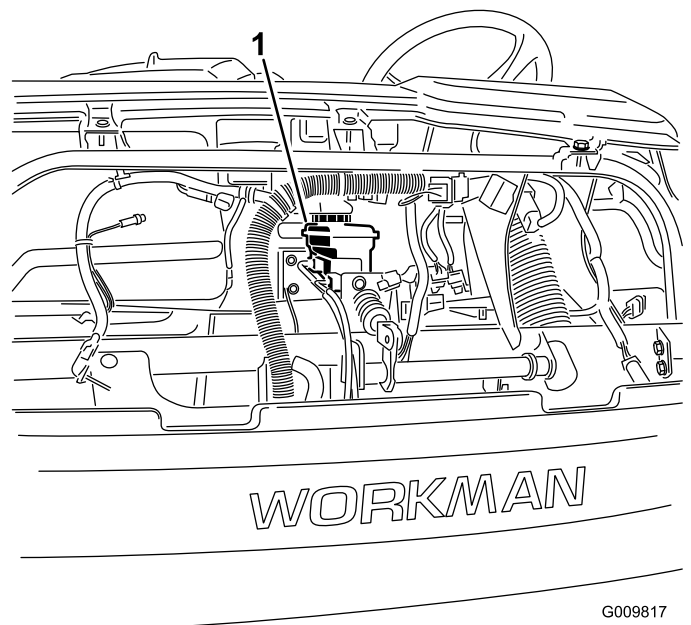

Figura 56
4. Ridicai capota pentru a avea acces la cilindrul principal de frână și la rezervor (Figura 56).